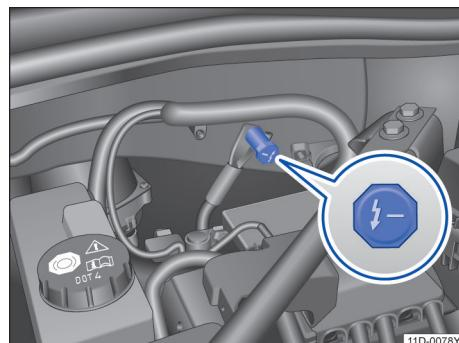

图 157 车身上的负极（接地点）
由于车辆的车身接地，原则上前舱内的车身螺栓连接点（没有绝缘漆面覆盖）均可作为应急启动的负极（接地端）。（图中位置仅作举例示意→ 图 157 ①）